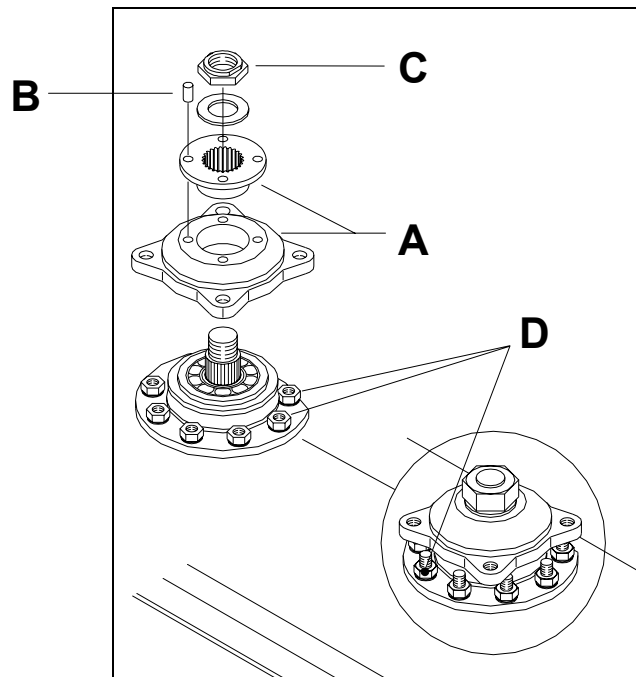

fig.1
A questo punto è possibile rimontare tutti i particolari sulla macchina **verificando che il disco portacoltelli risulti in fase con gli altri**. Bloccare il dado **C** (M24) con coppia di serraggio di 30 kgm (fig.1).
This device prevents damage to the internal parts of the bar in the case of accidental banging against some obstacle which would break the 4 safety pins **B** (fig.1). In the case of banging or collision, to reset machine function, proceed as follows:
- disassemble the blade support disk and loosen nut **C**, code n° 58032873 (fig.1);